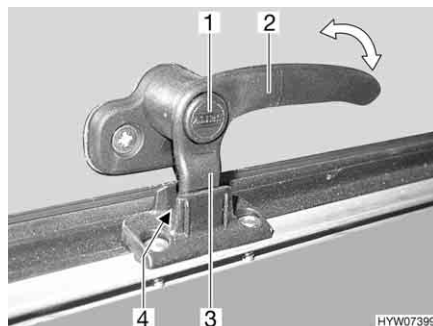

Fig. 41 Leva di serraggio in posizione "Aerazione continua"
- In posizione di "Aerazione continua" (Fig. 41)
- Premere il bottone di sicurezza (Fig. 41,1) e mantenerlo premuto.
- Ruotare la leva di serraggio (Fig. 41,3) di un quarto di giro verso il centro della finestra.
- Girare nuovamente all'indietro la leva di serraggio. Riportare contemporaneamente il nasello di chiusura (Fig. 41,3) della leva di serraggio nella rientranza della chiusura della finestra (Fig. 41,4).
- Rilasciare il bottone di sicurezza (Fig. 41,1).